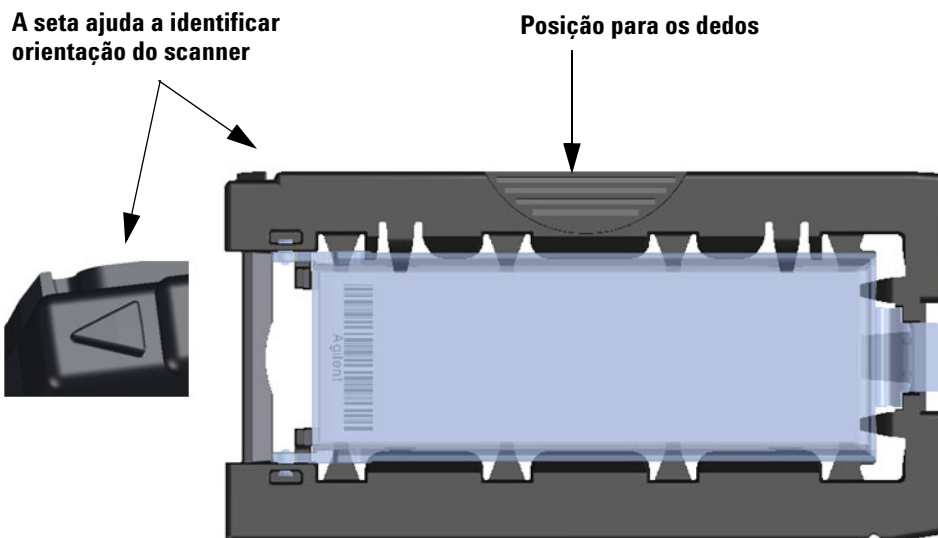

Figura 43 O suporte da lâmina ajuda a inserir as lâminas corretamente
- 2 Pegue no suporte da lâmina pela posição para os dedos. Se pegar no suporte corretamente a seta no topo do suporte de lâmina deverá apontar para a esquerda. Consulte a Figura 43.